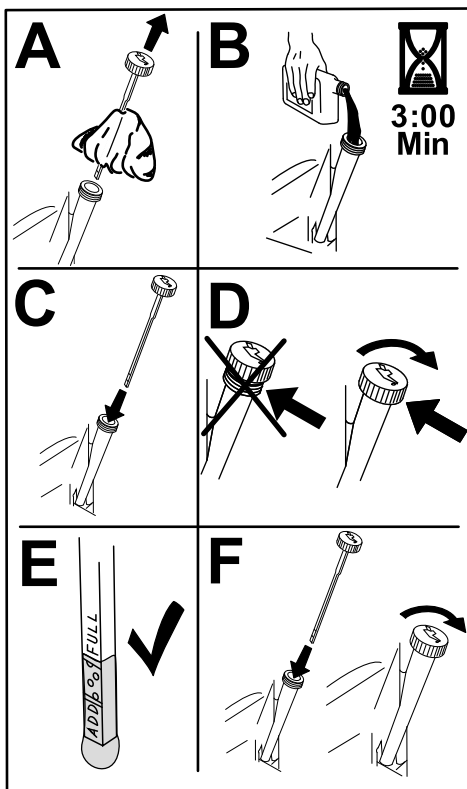

Figura 36
5. Vierta lentamente un 80 % aproximadamente del aceite especificado por el tubo de llenado, luego añada lentamente el resto del aceite hasta que llegue a la marca de **Lleno** (Figura 36).
3. Llene el cárter con el tipo correcto de aceite nuevo (Figura 36).